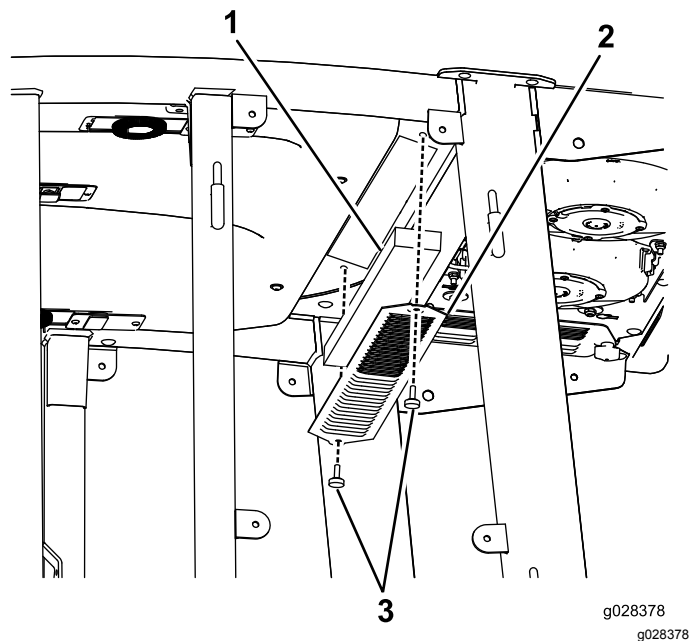
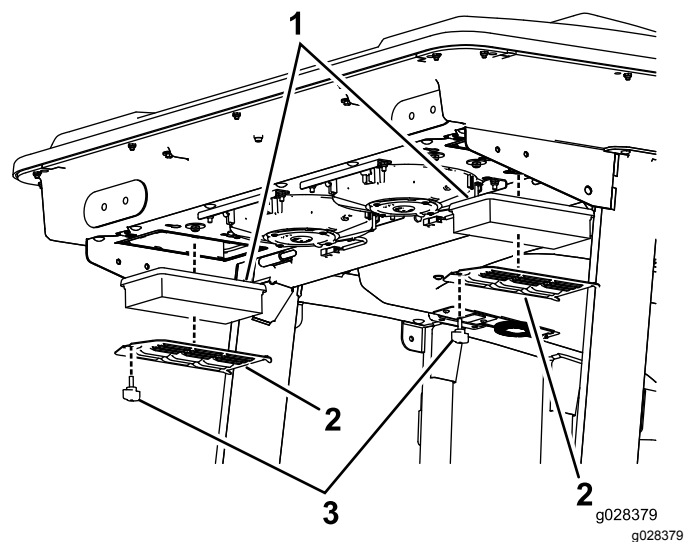
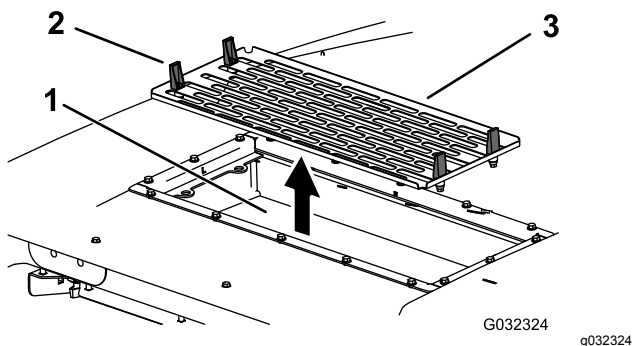

Figure 117
Figure 118
**Figure 119**
1. Retirez les vis et les grilles des filtres à air intérieur et arrière de la cabine (Figure 117 et Figure 118).
- 5. Déposez les filtres à air (voir Figure 118).
- 7. Reposez les filtres à air, la grille et le ventilateur (Figure 118, Figure 119 et Figure 120).
- 8. Rebranchez le câble de chaque ventilateur (Figure 119).